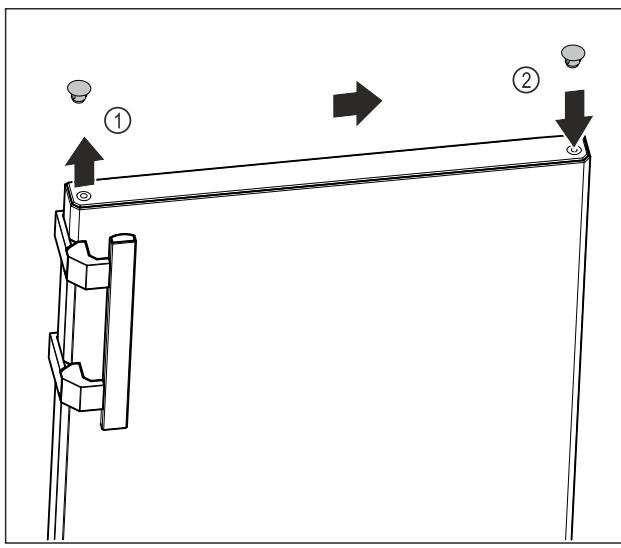

Fig. 18
- Oprezno podignite pokrovni čep na gornjoj strani vrata Fig. 18 (1) s pomoću križnog odvijača.
- Umetnite pokrovni čep na suprotnu stranu. Fig. 18 (2)